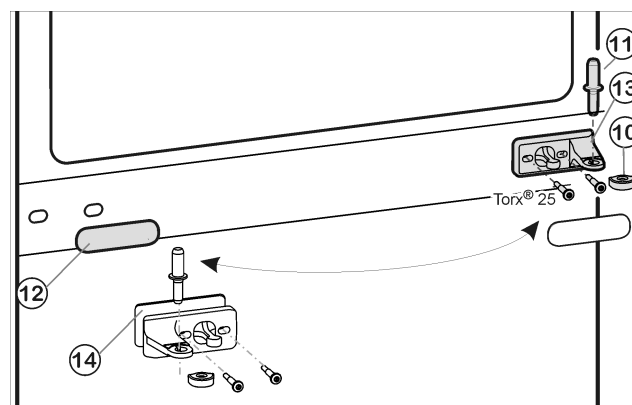
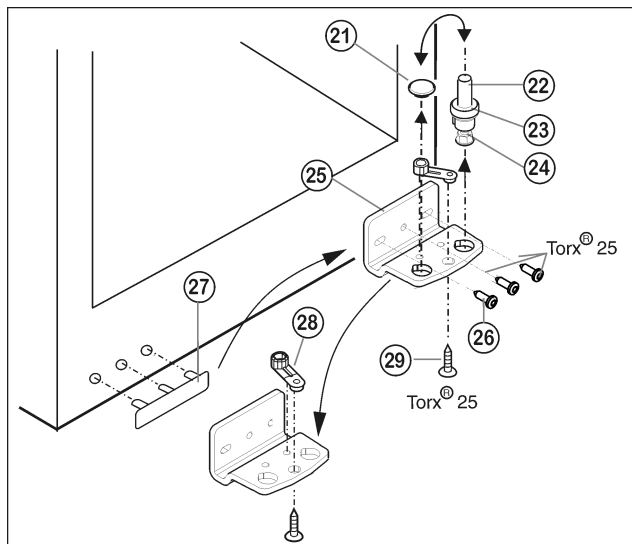

Fig. 5
Fig. 6
- Extraiga el perno de cojinete intermedio Fig. 5 (11) del soporte de cojinete y de la puerta inferior.
- Retire la tapa de plástico Fig. 5 (10).
- Desatornille el soporte de cojinete intermedio Fig. 5 (13) (2 Torx® 25).
- Extraiga con cuidado el panel de protección Fig. 5 (12).
- Atornille el soporte de cojinete intermedio Fig. 5 (13) con la base Fig. 5 (14) en el nuevo lado de la bisagra girándolo 180° **(con 4 Nm) para fijarlo.**
- Vuelva a encajar el panel de protección Fig. 5 (12) girándolo 180° en el nuevo lado del tirador.
- Extraiga hacia arriba el perno de cojinete Fig. 6 (22) completo, con la arandela Fig. 6 (23) y la pata de ajuste Fig. 6 (24).
- Desmonte el tapón Fig. 6 (21).
- Desatornille Fig. 6 (26) el soporte de cojinete.
- Desatornille Fig. 6 (29) la pieza de cojinete y cámbiela al orificio de alojamiento opuesto del soporte de cojinete, volviéndola a atornillar.
- Desmonte la cubierta en el lado del tirador Fig. 6 (27) con cuidado y cámbiela al lado opuesto.
- Vuelva a atornillar el soporte de cojinete Fig. 6 (25) en el nuevo lado de la bisagra (con 4 Nm) para fijarlo; dado el caso, utilice un destornillador de batería.
- Vuelva a colocar el tapón Fig. 6 (21) en el otro agujero.
- Vuelva a colocar el perno de cojinete Fig. 6 (22) completo, con la arandela y la pata de ajuste. Preste atención a que el saliente de retención esté orientado hacia detrás.
- Coloque la puerta inferior desde arriba sobre el perno de cojinete inferior Fig. 6 (22).
- Vuelva a colocar la tapa de plástico Fig. 5 (10) en el soporte de cojinete intermedio Fig. 5 (13).
- Inserte en la puerta inferior el perno de cojinete intermedio Fig. 5 (11) en el nuevo lado de la bisagra a través del soporte de cojinete intermedio Fig. 5 (13).
- Coloque la puerta superior sobre el perno de cojinete intermedio Fig. 5 (11).
- Dado el caso, alinee las puertas a través de los dos agujeros oblongos en el soporte de cojinete inferior Fig. 6 (25) y el soporte de cojinete intermedio Fig. 5 (13) a ras de la carcasa del aparato. Para ello, desenrosque el tornillo intermedio del soporte de cojinete inferior Fig. 6 (25).